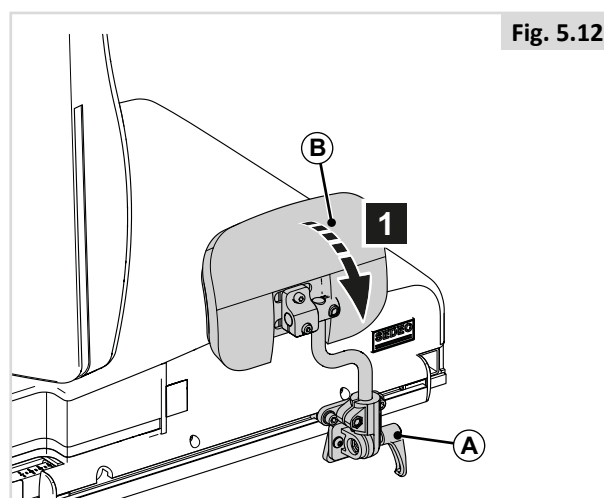

Fig. 5.12
1. Prima (A) para afastar (B).
5.7 Apoio do joelho / Apoio da coxa (Fig. 5.12)